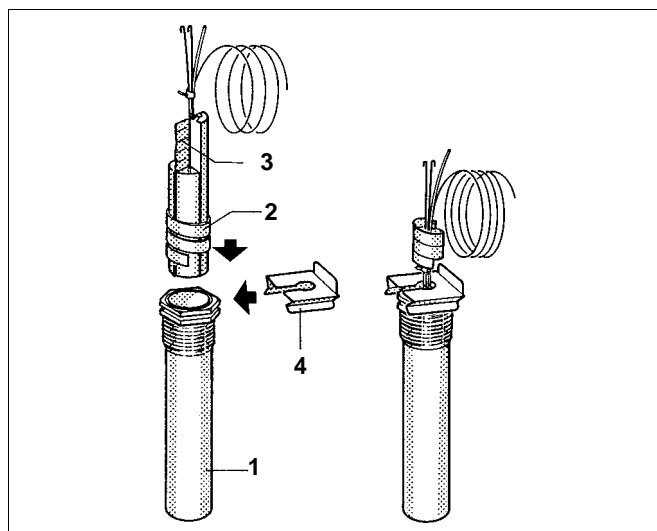

Рис. 18 Погружная гильза и датчик температуры
- Вставьте температурный датчик до упора в гильзу (рис. 18, **поз. 1**). При этом пластмассовая спираль (рис. 18, **поз. 2**) автоматически сдвигается назад. Компенсационная пружина (рис. 18, **поз. 3**) должна быть вставлена в гильзу (рис. 18, **поз. 1**).
- Наденьте фиксатор датчика (рис. 18, **поз. 4**) (поставляется с системой управления) сбоку или сверху на оголовок погружаемой гильзы (по направлению стрелки).